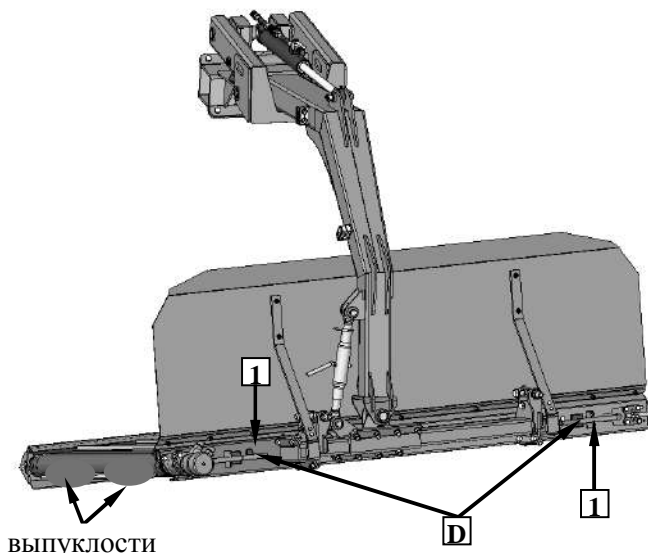

Рис. 36. Очистка роликов транспортера
1. С целью очистки ролика следует во время вращения ленты передвинуть рычаг Д по направлению 1 и придержать до момента исчезновения выпуклостей (Рис. 36). Действие следует повторить также с другой стороны транспортера, если возникает такая необходимость.